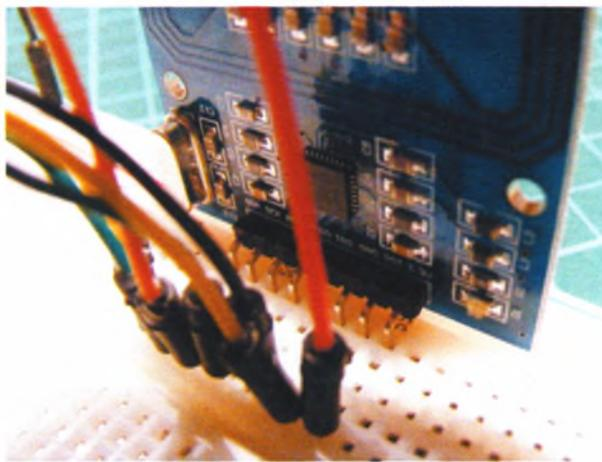

РИСУНОК 23.3
2. Установите RFID-модуль на макетную плату, как показано на рис. 23.3, а затем подключите штырьки RFID-модуля к контактам Arduino согласно следующей таблице. Не забудьте, что RFID-модуль следует подключать к источнику питания напряжением 3,3 В (но не 5 В!), иначе модуль выйдет из строя.